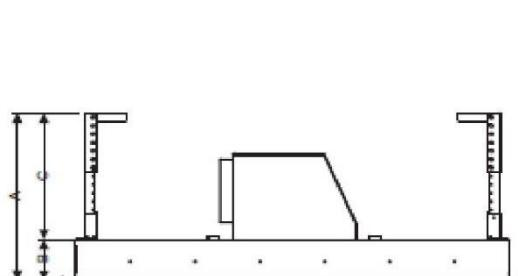

Afb. 2
- Boor volgens de afmetingen op afb. 2, 14 gaten met ϕ 8mm in het plafond zodra de installatiehoogte is bepaald, er worden 14 expansiebouten (of 14 ST6*40 mm grote platte schroeven +14 muurpluggen) gebruikt om de twee ophangplaten aan het plafond te bevestigen. Zie afb. 3.